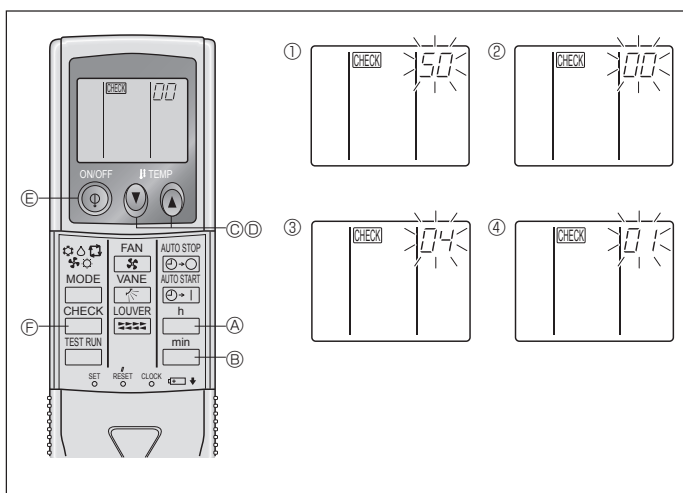

Fig. 6-10
2) Para controlo remoto sem fio (Fig. 6-10)